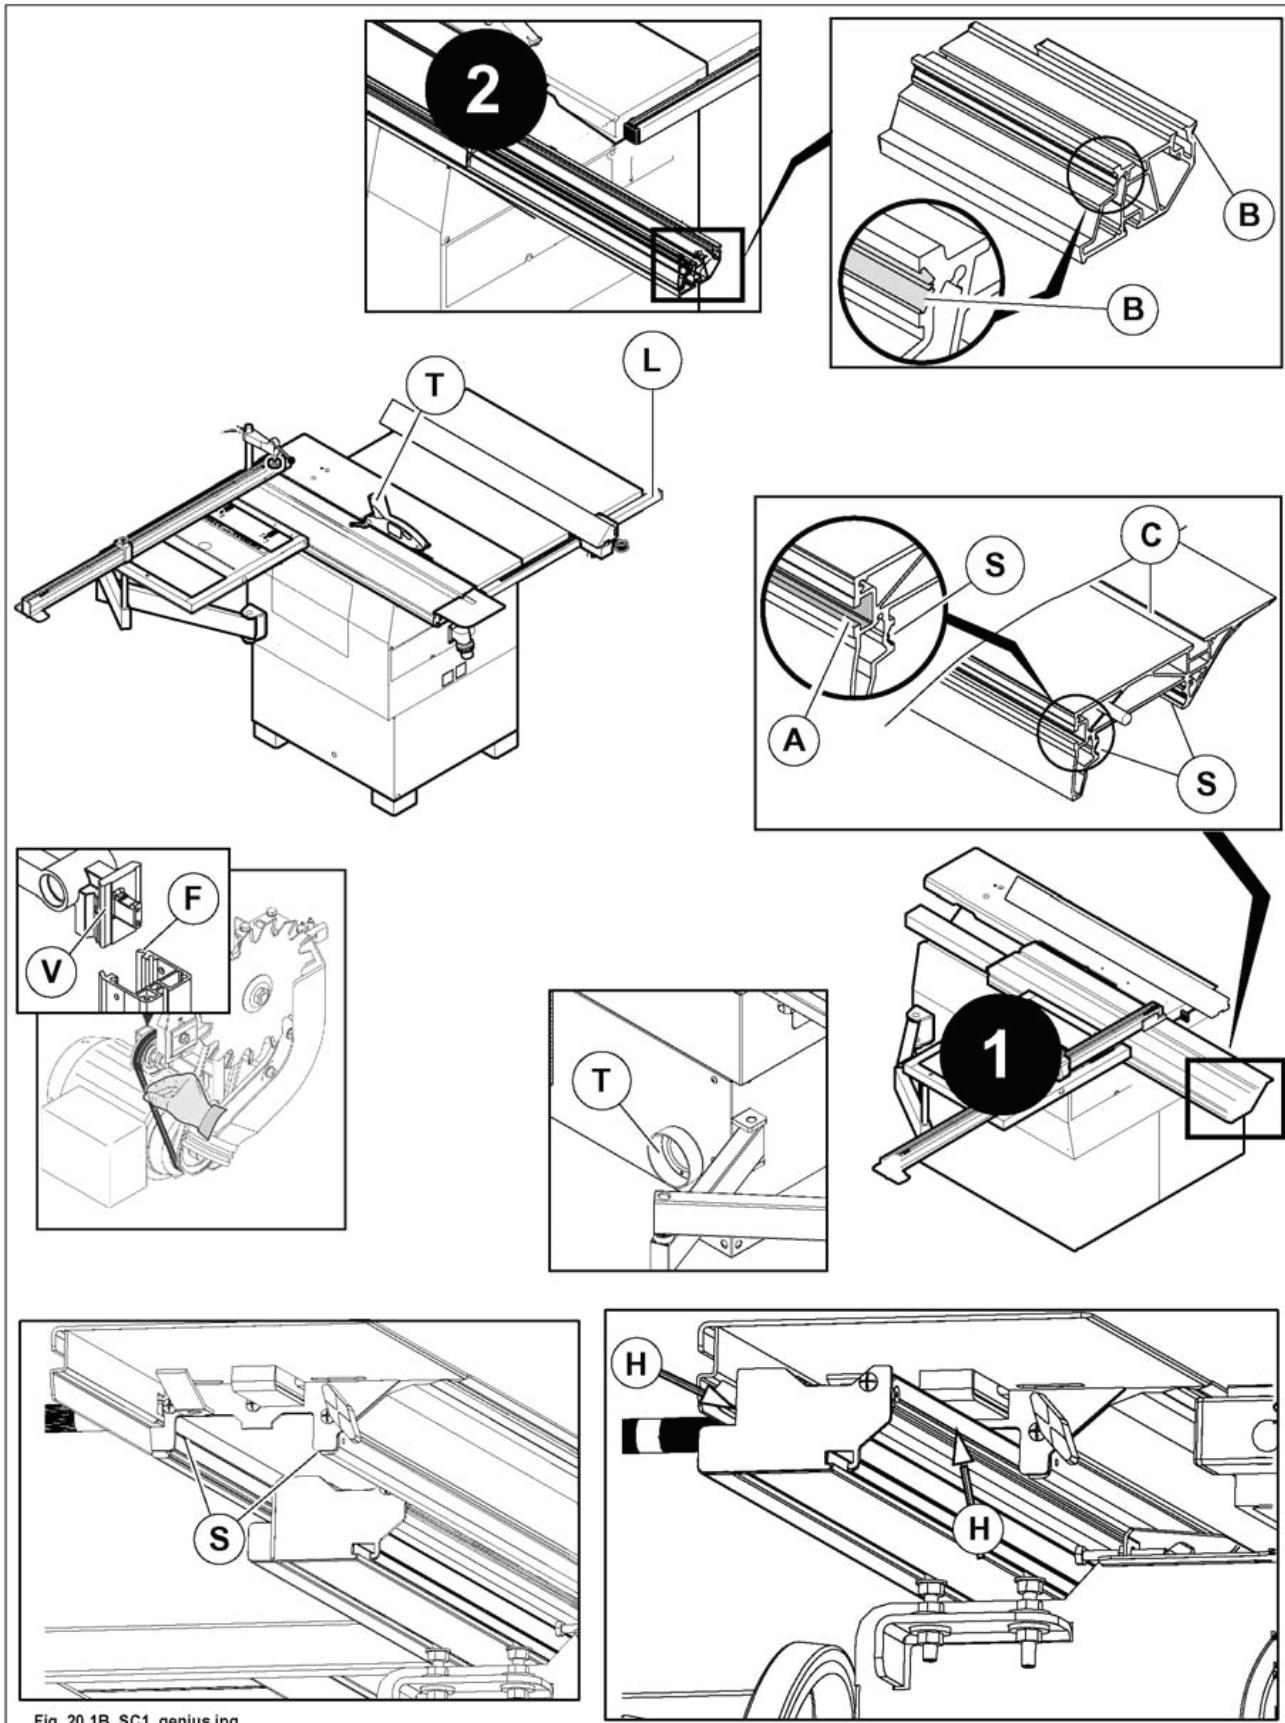

Рис. 20.1В
- направляющие скольжения вагона (S рис. 20.1В) и рельса (В рис. 20.1В).**